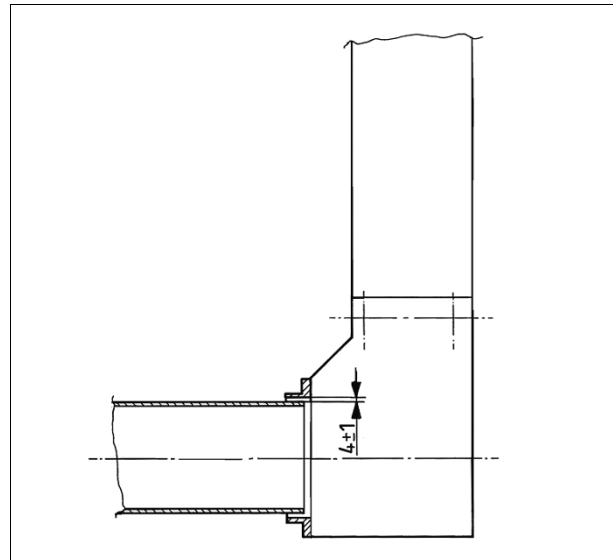

Рис. 5.
- Отрегулируйте желоб элеватора, так чтобы между трубой шнека и входным отверстием элеватора был зазор  $4 \text{ mm} \pm 1 \text{ mm}$  (рис. 5).